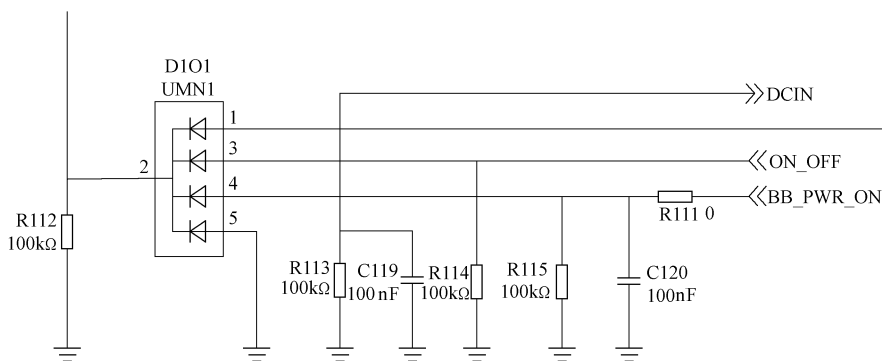

图 5-84 D101 相关电路截图
- 1) D101 第③脚和第②脚之间是一只二极管的结构, 它们之间的电压差不应大于 0.6V。而本机中, 第③脚是 3.9V, 第②脚是 0.4V, 说明它们之间内部的二极管开路。
- 3) D101 相关电路截图如图 5-84 所示。